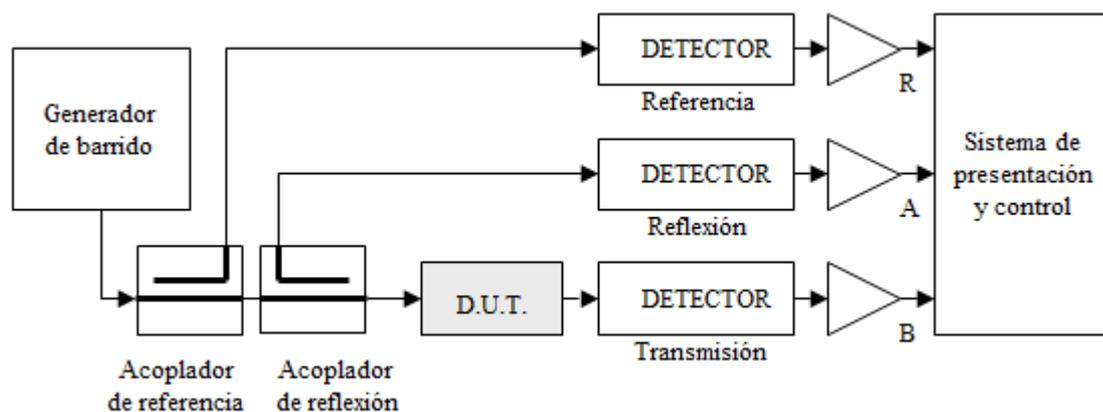

Figura 2.4 - Diagrama de bloques de un analizador escalar.
En muchas aplicaciones la medida de la fase de los parámetros S es de segunda importancia o simplemente las fases no se especifican en las condiciones de diseño del dispositivo a medir. En esas condiciones se puede utilizar un analizador escalar que permite obtener un valor del módulo de la transmisión y reflexión en función de la frecuencia. Un ejemplo claro de este tipo de circuitos es el amplificador de microondas, del que en muchos casos sólo se precisa conocer la ganancia y el nivel de reflexión en sus puertos. El esquema del analizador escalar se basa fundamentalmente en un reflectómetro y sendos detectores de potencia en las puertos de medida. Normalmente se añade un detector para la medida de la señal de generador. Esta señal, denominada de referencia (R), permite compensar posibles variaciones de la potencia del generador al variar la frecuencia. En la Figura 2.4 se muestra el diagrama de bloques del analizador.